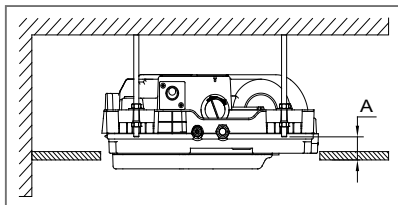

FIG. 17
- A diferença entre o nível da extremidade da haste de suspensão e a base do teto deverá ser de 30mm a 40mm ("A" - Fig. 17).